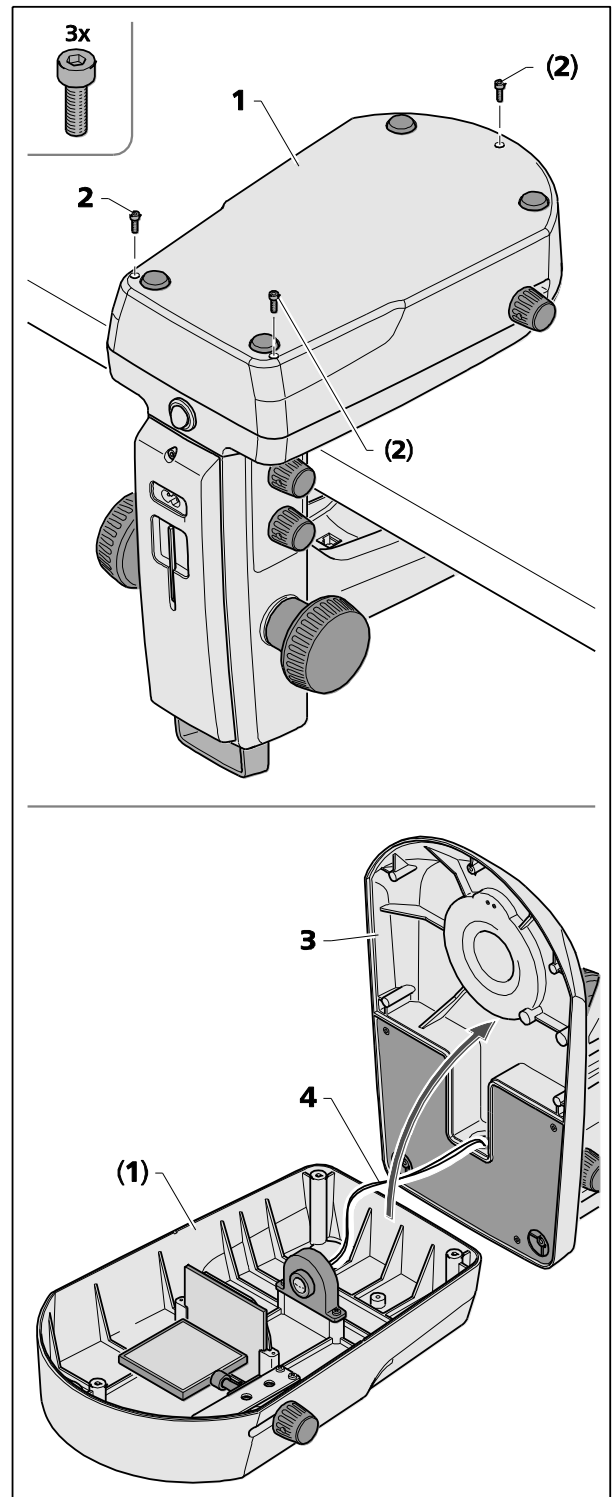

Fig. 23 Apertura della piastra di copertura dello stativo, stativo K LAB
È possibile rimuovere la base per luce trasmessa (Fig. 23/1) dalla piastra di copertura dello stativo (Fig. 23/3) per pulire o per rimuovere eventuali corpi estranei che potrebbero essere caduti all'interno accidentalmente.
- Svitare le tre viti (Fig. 23/2) dalla piastra di copertura dello stativo (Fig. 23/1) con una chiave a brugola mis. 2,5 e metterle da parte.
- Sollevare con cautela la piastra di copertura dello stativo (Fig. 23/3) dalla base per luce trasmessa (Fig. 23/1) e metterla da parte.
Assicurarsi di non staccare il cavo (Fig. 23/4) dalla base per luce trasmessa (Fig. 23/1).